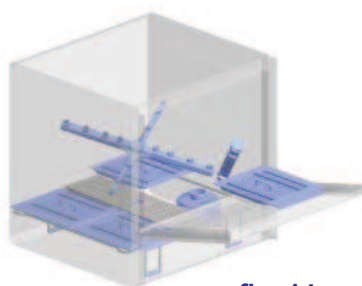

fig. 14
- Si présentes, retirer les filtres de surface et les nettoyer avec une brosse sous l'eau courante (voir fig. 14).